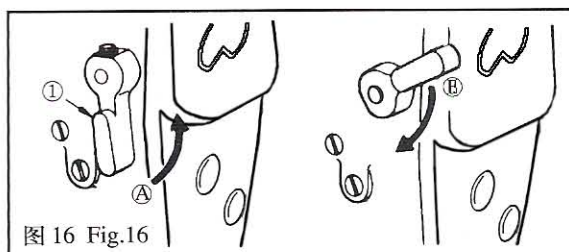

图 16 Fig.16
10. 压脚扳手(图 16)
10. HAND LIFTER (Fig.16)